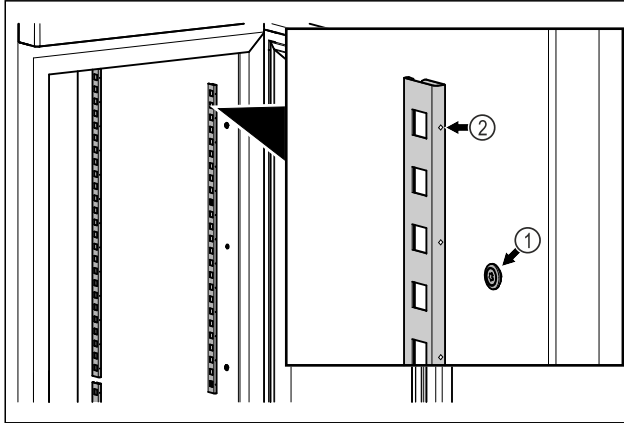

Fig. 83 Példaként szolgáló ábrázolás
- ▶ Akassza be a rögzítőléceket a felfüggesztésbe Fig. 83 (1). A jelölésnek Fig. 83 (2) előrefelé kell néznie.